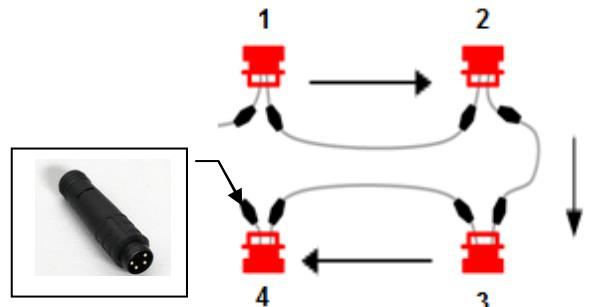

Figure: 2 Raccordement Bus
1. Raccorder ensemble les détecteurs de mouvement par câble avec prise snap-in (Figure: 2, Pos.1-4)
2. Raccorder la prise prévue avec sa résistance terminale à la douille snap-in du dernier détecteur de mouvement (Figure: 2, Pos.4).